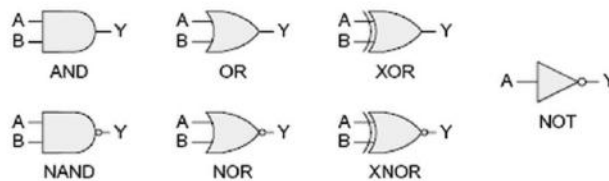

Рисунок 1 – Графические обозначения логических элементов в программе Multisim
1. Изучить экранный интерфейс программы Multisim. Освоить приемы работы с ней. По рис.1 изучить условные обозначения в программе.